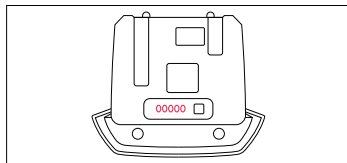

Figure 8
Étape 3: Vérifiez l'état de la batterie (fig. 8) :